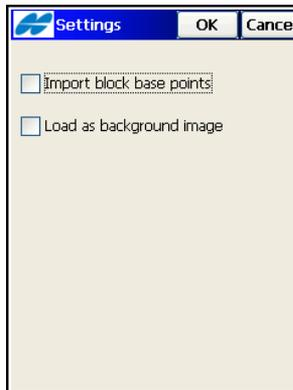

Abbildung 5-14. Optionen
2. Tippen Sie auf **Optionen**. Wählen Sie im Optionsbildschirm die folgenden Zeichnungsstile für Punkte und Linien (Abbildung 5-14).
- Aktivieren Sie das Kontrollkästchen *Blockbasis importieren*, um Blockmittelpunkte als Punkte zu importieren (Abbildung 5-14).
- Aktivieren Sie das Kontrollkästchen *Als Hintergrund laden*, um Daten als Hintergrundbild zu laden (Abbildung 5-14).